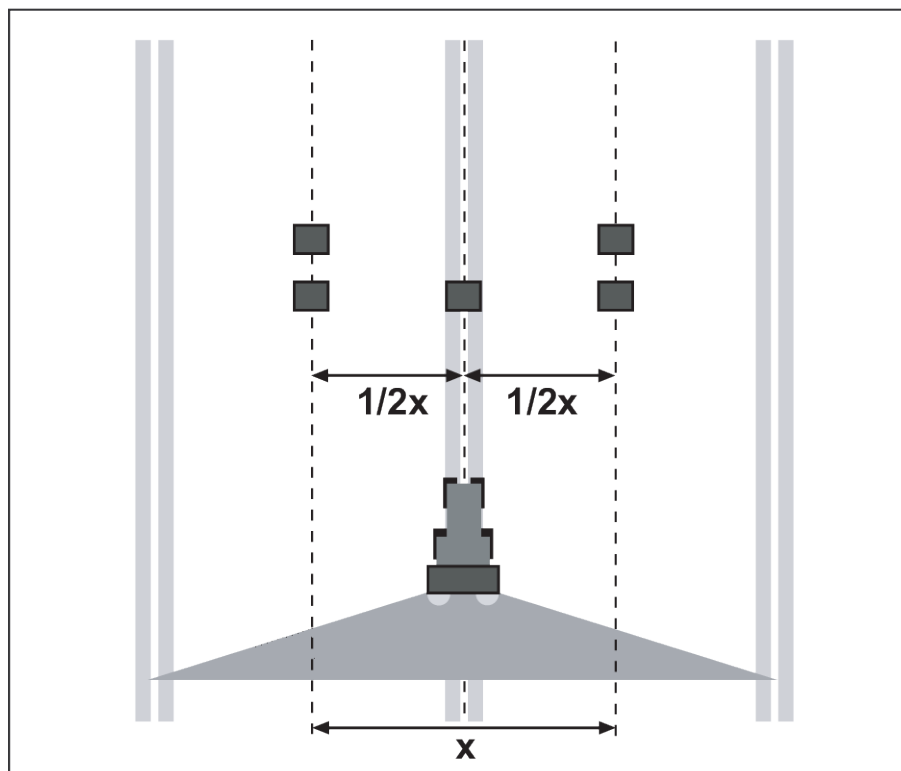

図 53: 1 回走行のレイアウト
- ▶ 図のようにそれぞれ 2 つの回収トレイをオーバーラップゾーン(行路の間)に一列に置き(1 m 間隔)、1 つの回収トレイを進路に配置します(図 53 を参照)